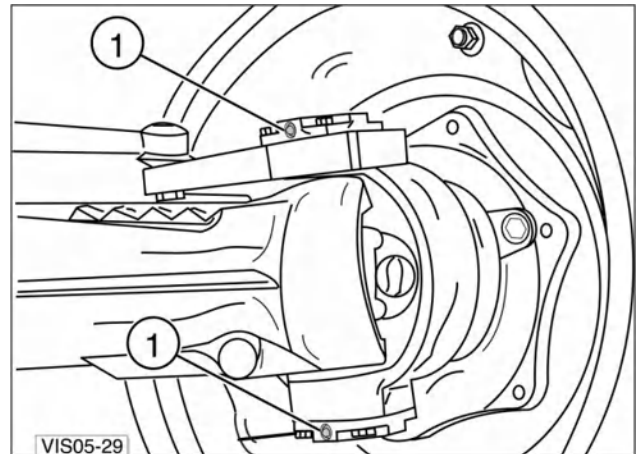

Рис. 7-24
- Шкворни колесных редукторов осей полноприводной конфигурации (2 шт.). (1, рис. 7-24)